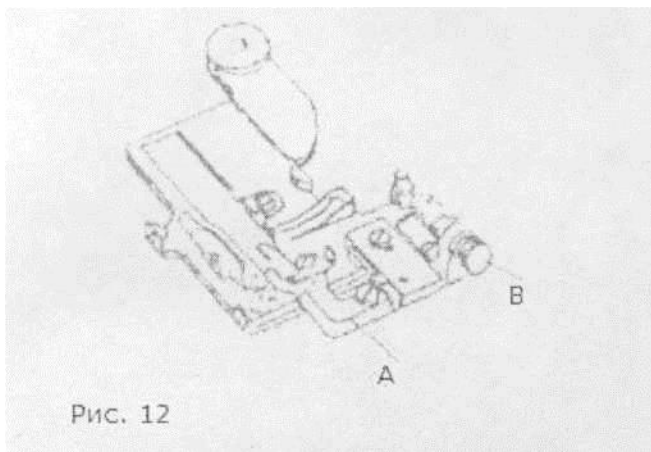

Рис. 12
3. Настройка уровня нажима поддерживателя ткани (рис. 12)
3. Ослабьте винт "А" поддерживателя ткани. Проверните поддерживатель "D" (Рис. 12) влево-вправо, чтобы совместить центр V-образного желобка поддерживателя ткани с центром рубцеобразующего диска (Рис. 26). Затяните обратно винт